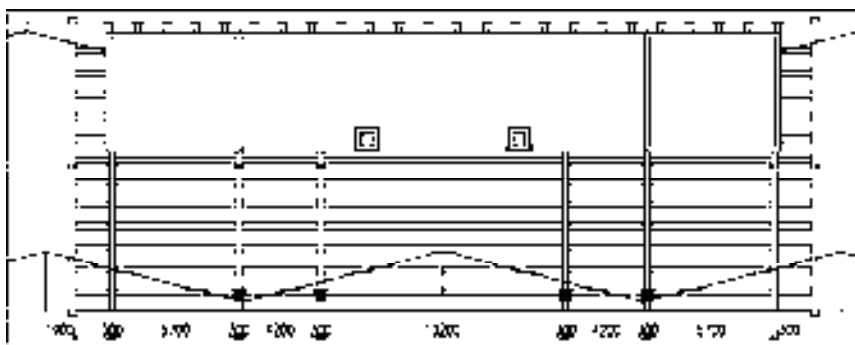

图 15-114 偏移并修剪线段
11) 调用“偏移”命令和“修剪”命令，偏移并修剪线段，如图 15-114 所示。